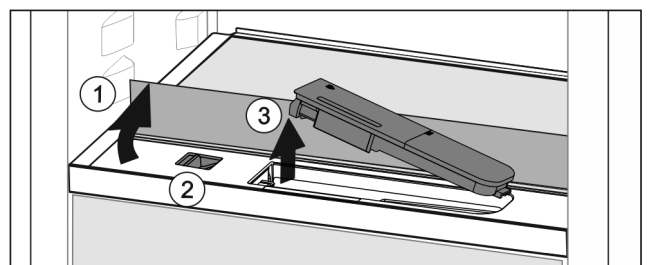

Fig. 145
- ▶ Levante la plancha de cristal y pliéguela hacia detrás hasta que haga tope *Fig. 145 (1)*.
- ▶ Desplace el control deslizante *Fig. 145 (2)* hacia la izquierda.
- ▶ Retire el depósito de agua *Fig. 145 (3)*.